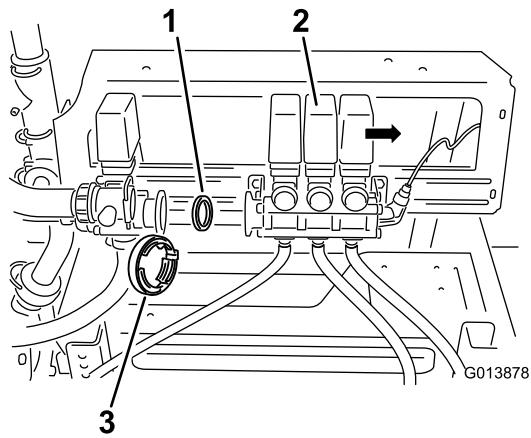

Figure 5
3. Eloignez l'ensemble vannes de rampes de la vanne d'agitation avec précaution (Figure 5).
4. Déposez le joint existant du corps de vanne (Figure 5).